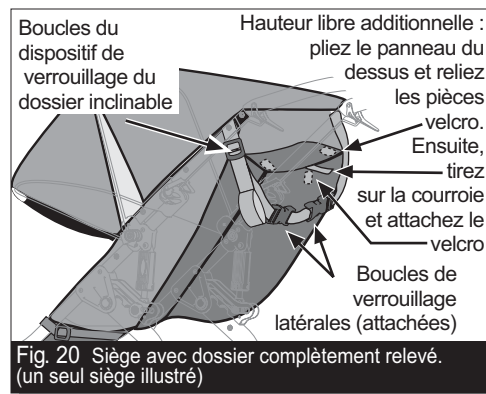
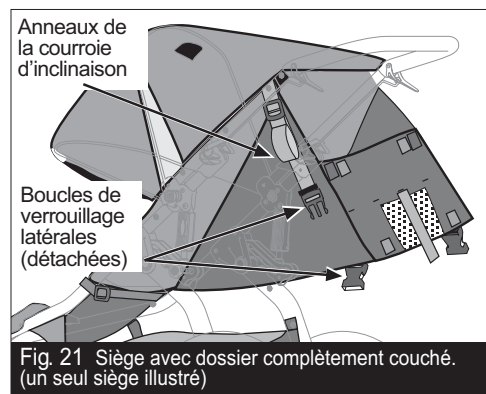

Fig. 20 Siège avec dossier complètement relevé. (un seul siège illustré)
Fig. 21 Siège avec dossier complètement couché. (un seul siège illustré)
Pour incliner partiellement le dossier, penchez les boucles du dispositif de verrouillage (Fig. 20) vers l'avant, ce qui relâchera les courroies d'inclinaison du dossier. Pour incliner complètement le dossier, détachez les boucles de verrouillage latérales derrière le dossier (Fig. 21).
**⚠ AVERTISSEMENT : Lorsque le siège est complètement incliné (Fig. 21), il y a plus de risque que la poussette bascule vers l'arrière, ce qui peut entraîner un accident ou des blessures car le siège et (ou) l'occupant pourrait heurter le sol avant le guidon.**
Pour relever complètement le dossier, attachez les boucles de verrouillage latérales et tirez sur les anneaux des courroies d'inclinaison (Fig. 20 et 21).
Repliez le panneau situé au-dessus du siège contre le dossier et fixez-le avec le velcro. Ensuite, tirez sur la sangle située sur la partie supérieure du siège, au centre. En maintenant la sangle tendue, repliez et rabattez le velcro sur le dossier. La tension de la sangle va retenir le dessus du siège (panneau rembourré) perpendiculaire au dossier (Fig. 20).